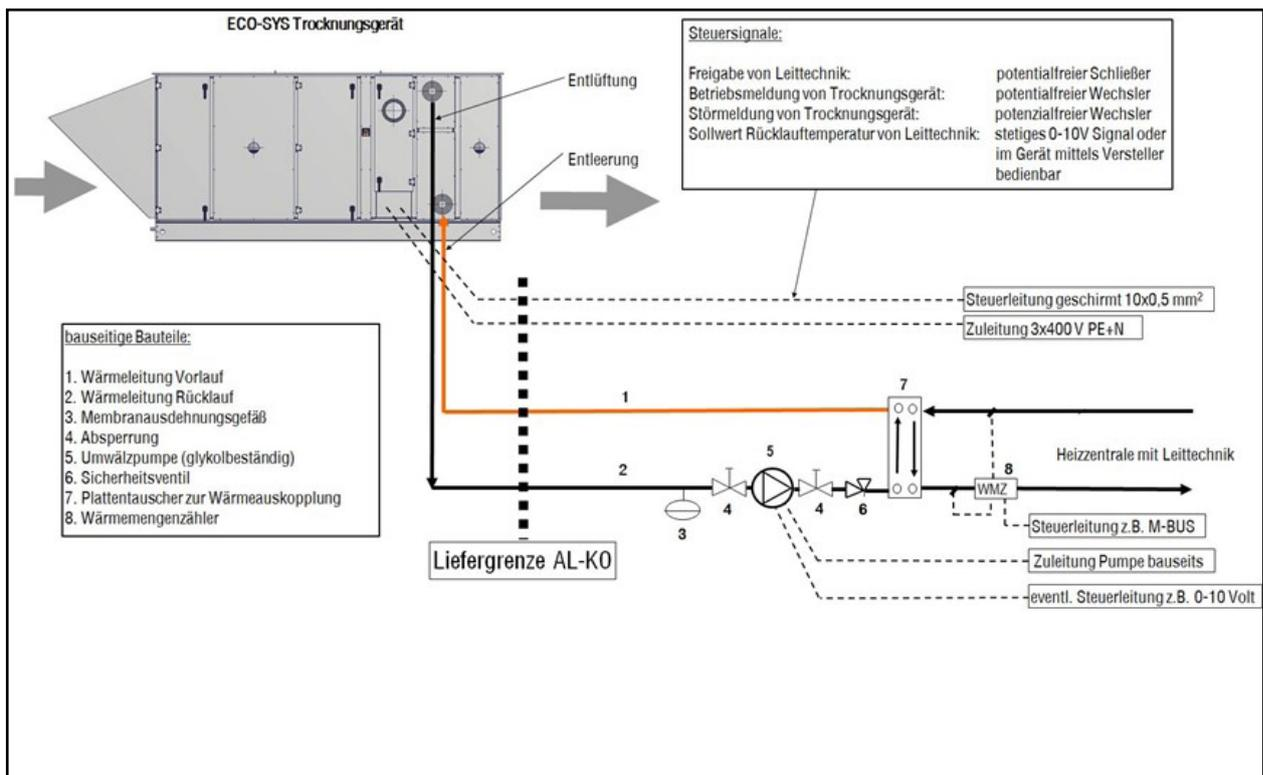

Abb. 27 Übersicht elektrischer/hydraulischer Anschluss
- Neben der Zuleitung des Trocknungsgerätes wird eine abgeschirmte Steuerleitung zur Signalübertragung benötigt, siehe „Abb. 27 Übersicht elektrischer/hydraulischer Anschluss“ auf Seite 46.